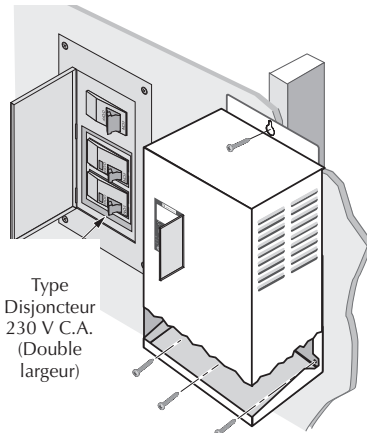

Figure 6 - Fixation du PID au mur
Pour le montage, illustré à la Figure 6, suivre cette procédure :
4. Le couvercle étant retiré, monter définitivement le PID sur le trou allongé supérieur et un des trois trous inférieurs (pour une surface plane) ou le trou inférieur central (pour un poteau). Voir la figure 6.
5. S'assurer que les trous de ventilation ne sont pas bouchés et que l'espace est suffisant pour que l'air circule autour (dégagement d'au moins 3 po en haut, en bas et sur les côtés). Voir la figure 6. Une fois le PID monté, on peut brancher le câblage électrique.